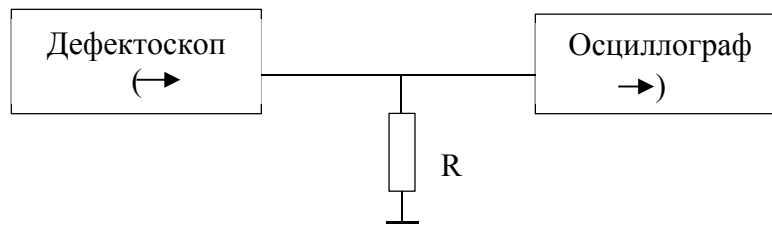

Рисунок 3.1 – Схема подключения дефектоскопа для контроля амплитуды и длительности импульсов генератора возбуждения
2. Подключить к разъему генератора (левый разъем) через сопротивление $R = 51 \text{ Ом}$ (С2-10-0,25-51 Ом $\pm 0,5\%$) вход осциллографа согласно схеме, на рис. 3.1.